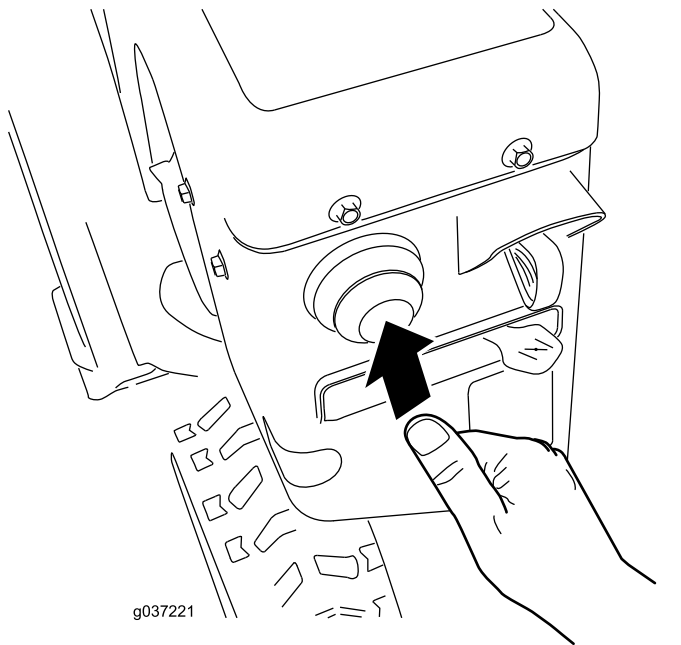

Figure 17
- 4. Appuyez fermement sur l'amorçeur avec le pouce comme indiqué dans le tableau ci-dessous, en marquant une pause d'une seconde chaque fois (Figure 17).